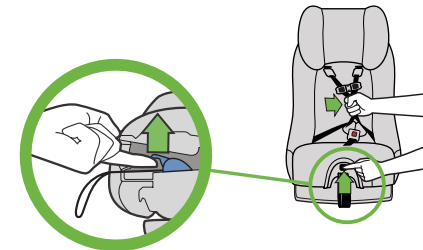

Figure 101
- Tout en soulevant la languette de réglage du harnais, tirez sur les sangles du harnais, tel qu'illustré dans la **Figure 101**.